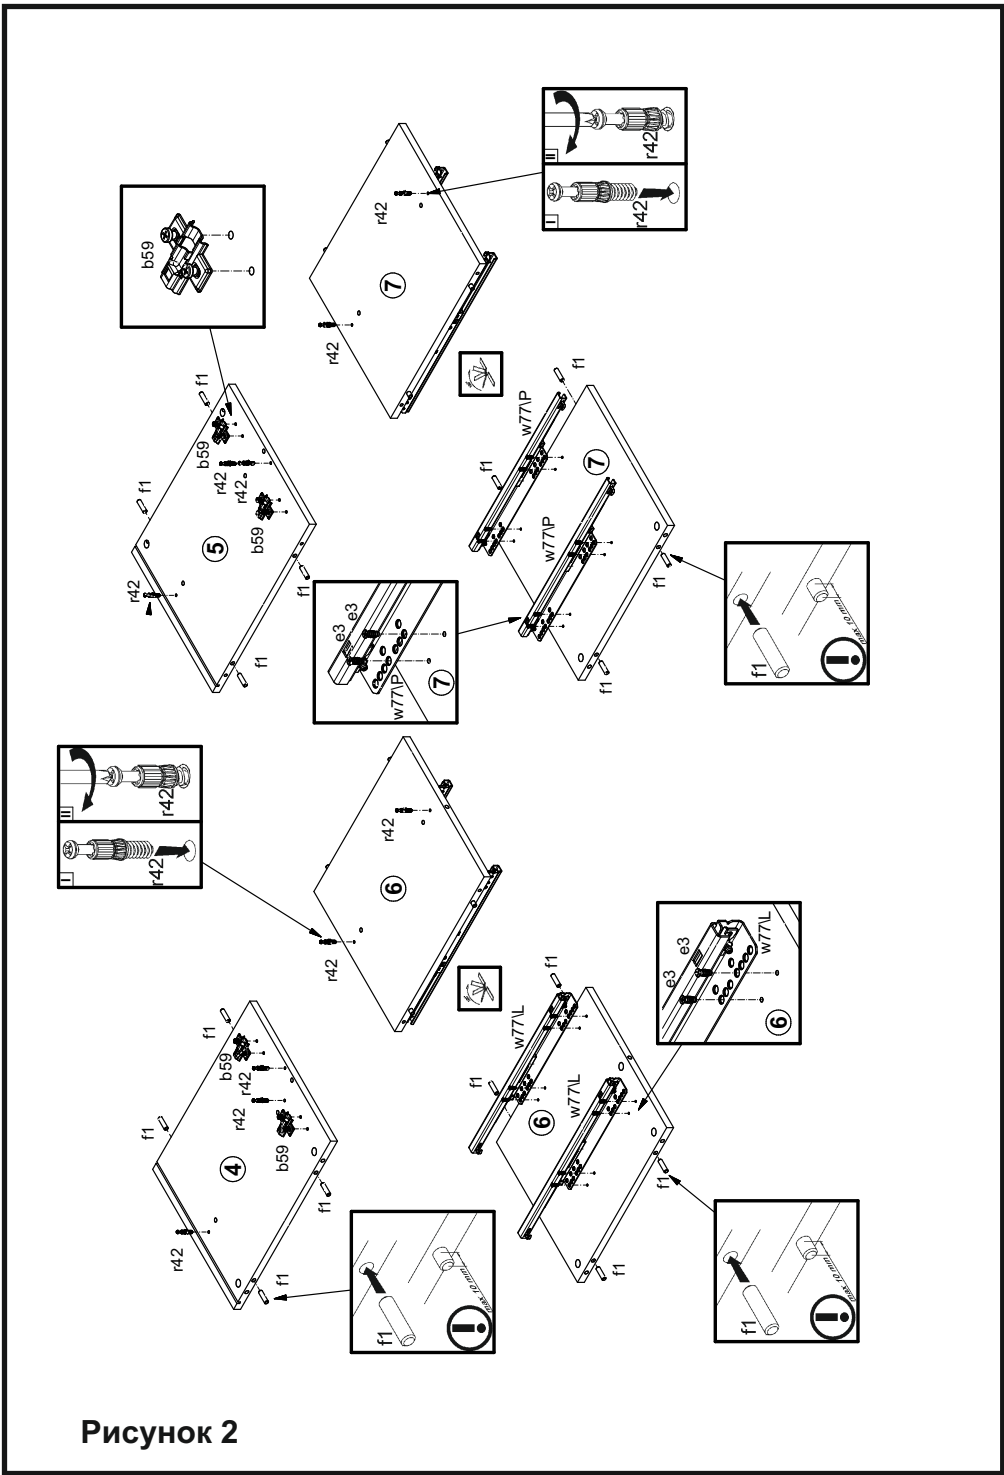
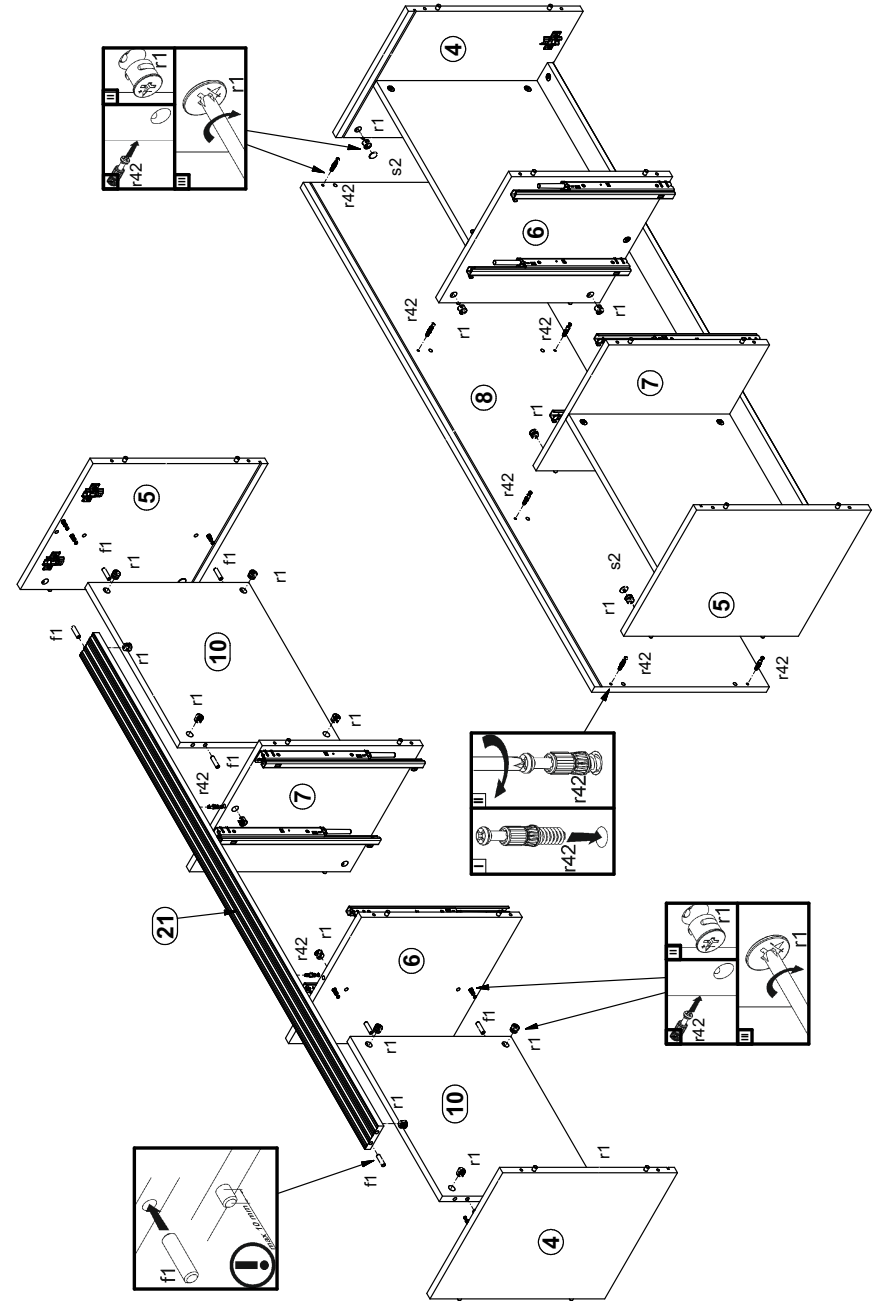

Рисунок 2
Рисунок 3
- В отверстия  $\varnothing 8$  мм на верхних и нижних кромках стенок боковых **4, 5**, стенок средних **6, 7** (см. рис. 2), на боковых кромках полок соединительных **10** (см. рис. 3), на боковых кромках планки декоративной **21** (см. рис. 3) вбить деревянные шканты **f1**.
- В отверстия  $\varnothing 5$  мм на внутренних поверхностях стенок **4, 5** закрепить ответные планки петли **b59** (см.рис. 2).
- В отверстия  $\varnothing 5$  мм на внутренних поверхностях стенок **6, 7** закрепить направляющие **w77P** и **w77L** еврошрупками **e3** (см.рис. 2).
- В отверстия  $\varnothing 5$  мм на внутренних поверхностях стенок **4, 5, 6, 7** (см. рис. 2), на нижней поверхности щита **8** (см. рис. 3) вкрутить винты стяжки **r42**.
- В отверстия  $\varnothing 15$  мм на нижних поверхностях полок **10** (см. рис. 3), на задней поверхности планки **14** (см.рис. 3), на боковых поверхностях стенок **4, 5, 6, 7** вставить стяжки эксцентриковые **r1**.
- Соединить детали **4, 5, 6, 7, 10, 21** и затянуть стяжки эксцентриковые **r1**, пользуясь отверткой (см. рис. 3).
- Присоединить щит **8** к стенкам **4, 5, 6, 7** и затянуть стяжки эксцентриковые **r1**, пользуясь отверткой (см. рис. 3). Стяжки эксцентриковые **r1** на стенках **4, 5** закрыть заглушками **s2**.